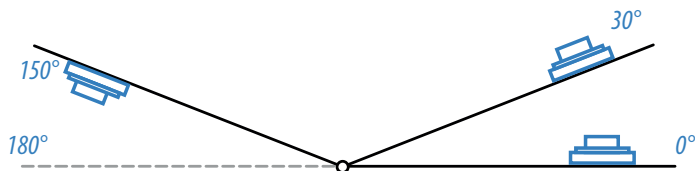

Рис.5. Диапазон измерения угла на вращающемся рычаге.
- Измерение угла осуществляется от 0° до 180° (см. **Рис.5**). Аналогичные углы наклона будут при вращении рычага ниже оси вращения.